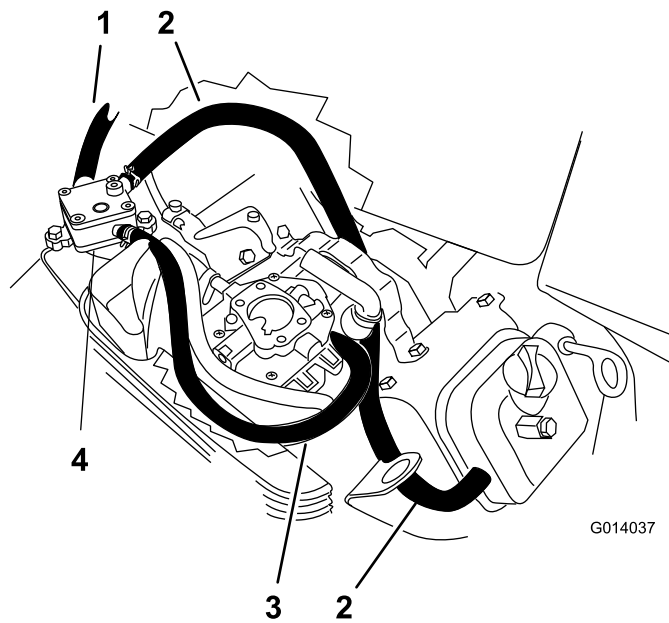

Figura 4
11. Montate il tubo flessibile corto nuovo sulla pompa del carburante nel punto da cui è stato estratto quello precedente e compare il simbolo OUT sulla pompa (Figura 4).
13. Togliete il tubo flessibile medio e le fascette stringitubo dalla pompa del carburante e dal lato del coperchio della valvola (Figura 4).
14. Infilate il tubo flessibile medio nuovo facendolo passare dal lato del coperchio della valvola, attraverso la staffa del carburatore, fino al foro di mezzo sulla pompa del carburante (Figura 4). Installate le fascette stringitubo.